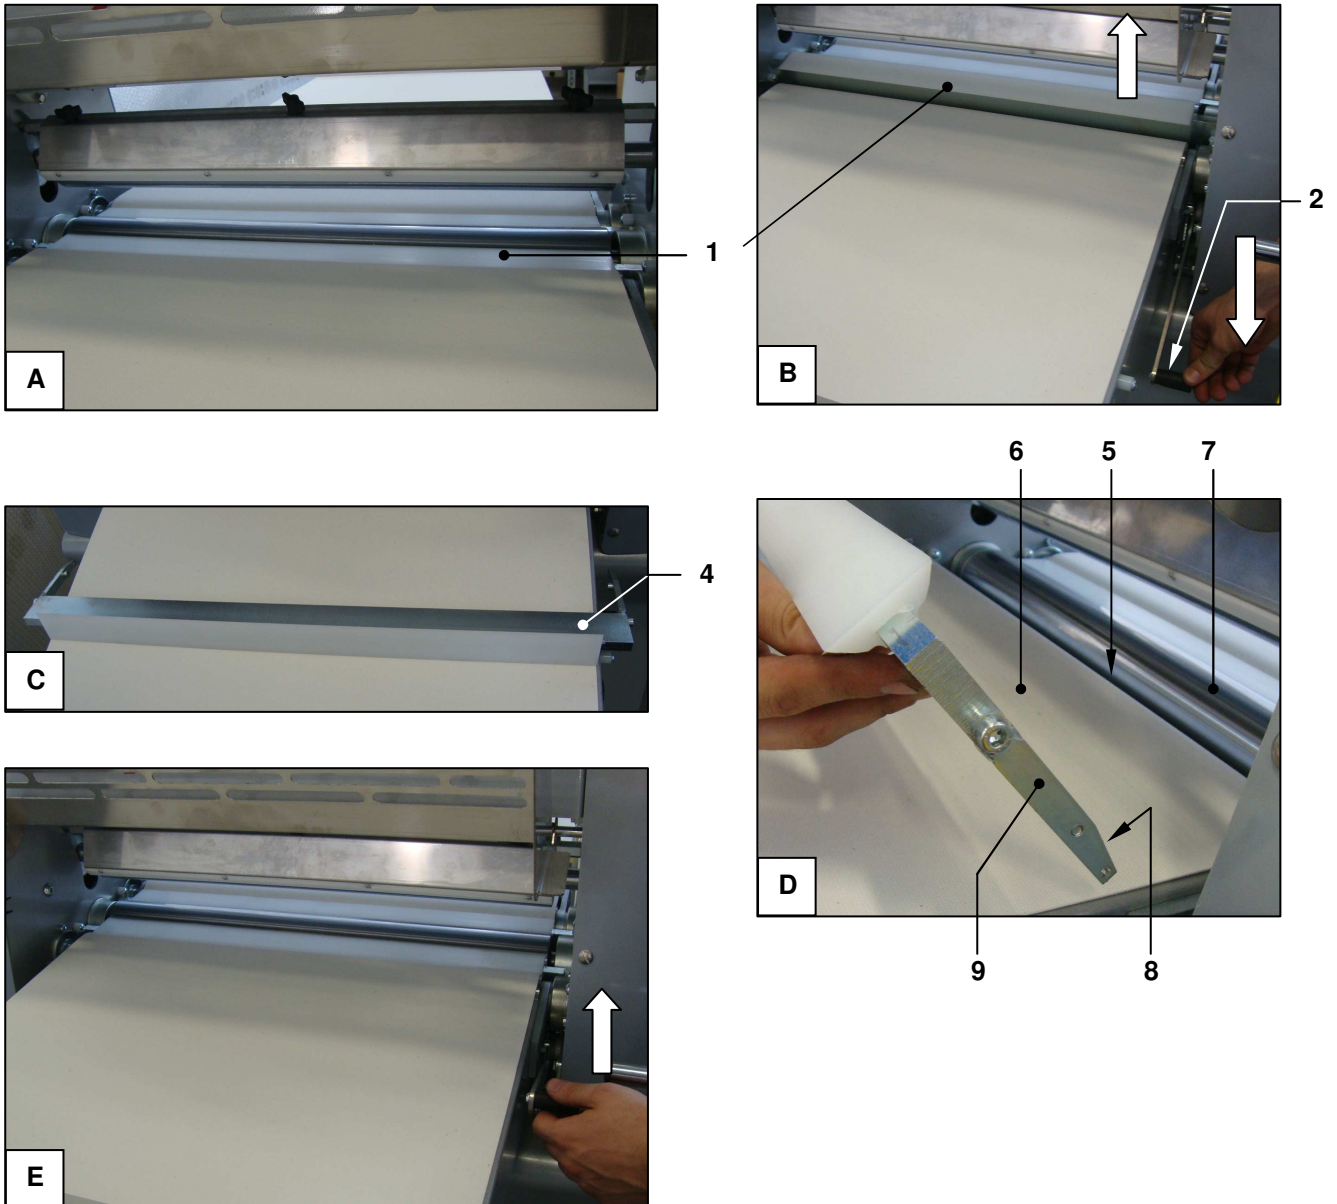

Рис. 36 - Модели SF600: Снятие/установка скребков нижнего раскаточного валка
См. Рис. 36. Для снятия скребка(1) полностью опустите рычаг (2). Скребок отсоединится от стола и раскаточного валка (фото В), и его можно будет вытянуть вверх.